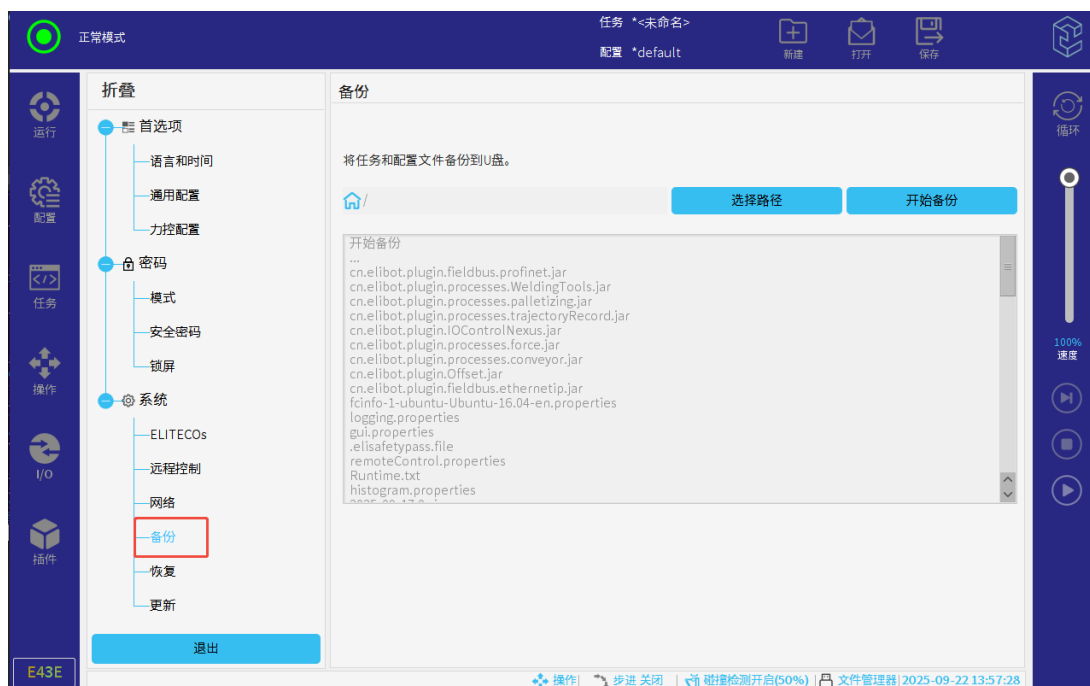

图 3-22: 备份
2. 选择“设置 > 系统 > 备份”，如图 3-22 所示。